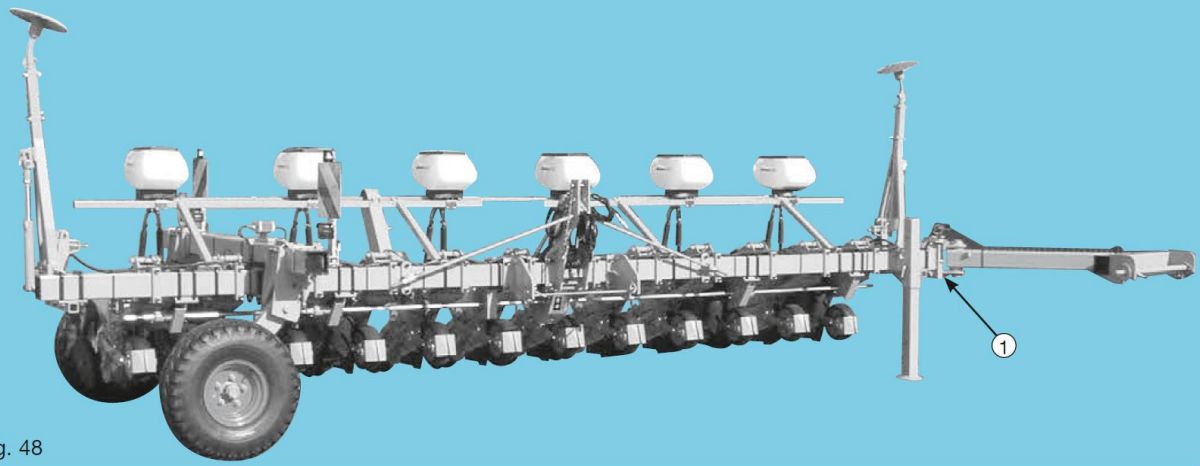

Fig. 48
- Zablokować podporę w pozycji niskiej (patrz: Fig. 48).